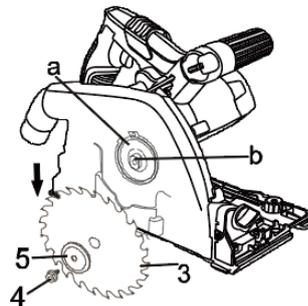

Рис.3
(См. Рис.3)
5. Установите новый пильный диск (3) согласно стрелкам направления вращения на диске и защитном кожухе ! (Рис.3).
6. Установите внешний фланец (5) и затяните крепежный болт (4) (рис. 3)